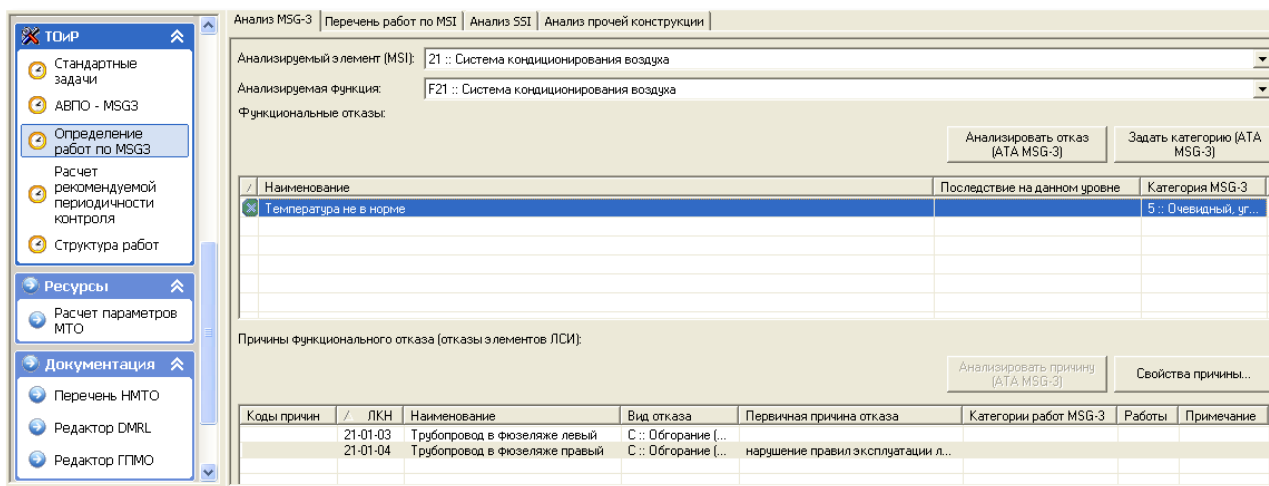

Рис. 3-7
Для проведения анализа выберите подраздел **Определение работ по MSG-3**, затем в рабочей области выберите вкладку **Анализ MSG-3** (рис. 3-7).
1. В верхней таблице щелчком левой кнопки мыши выделите функциональный отказ, например, «Температура не в норме» (см. рис. 3-7).
1. В верхней таблице вкладки выделите функциональный отказ, например, «Температура не в норме» (см. рис. 3-7).